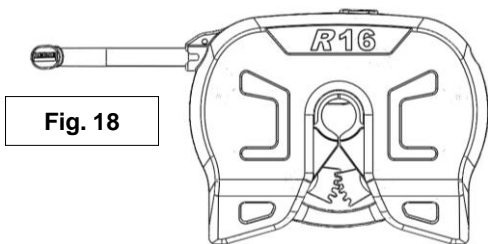
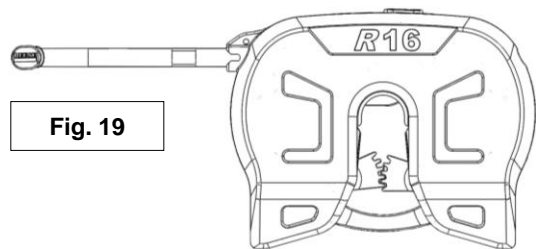

Fig. 18
Fig. 19
6. Tourner la manivelle d'attelage vers le haut en position de déverrouillage (voir la Fig. 18) et tirer la manivelle vers soi de façon que le pivot d'attelage ne soit plus fermement agrippé par les mâchoires d'attelage (voir la Fig. 19). La caravane est maintenant libérée de l'attelage et de la camionnette. Si la manivelle ne sort pas, une pression s'exerce probablement sur les mâchoires. Pour relâcher cette pression, reculer la camionnette légèrement. Appliquer à nouveau le frein à main de la camionnette. Puis tirer sur la manivelle pour la sortir entièrement.